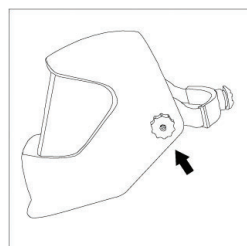

Рис. 5
7.8 Можно изменить угол маски путём регулировки винтов на двух сторонах маски (рис. 5).